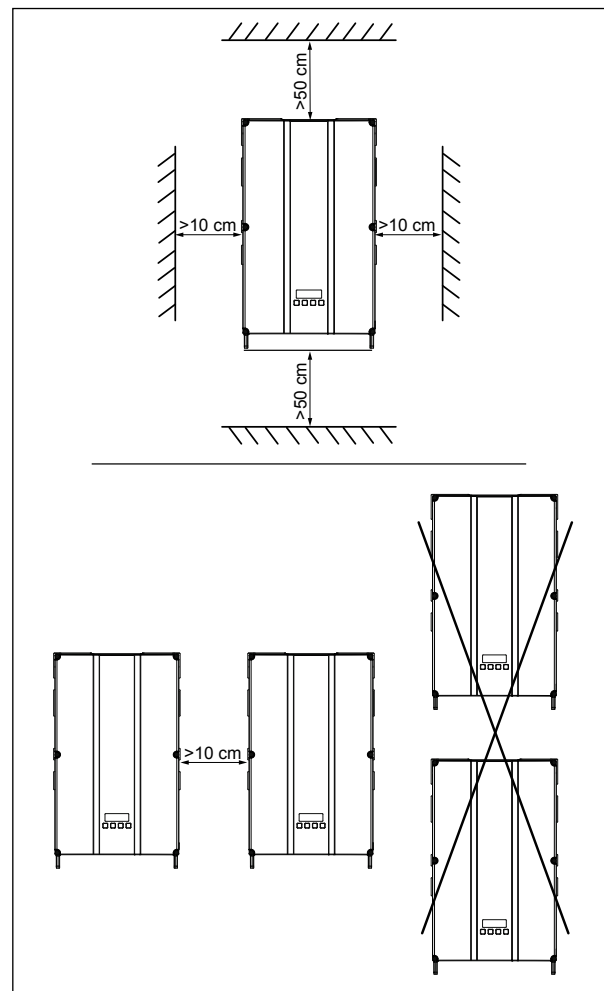

Fig. 7.2.: Medidas de montaje para la convección
- Mantenga durante el montaje las distancias mínimas a las paredes y a otros inversores solares (véase Fig. 7.2.).